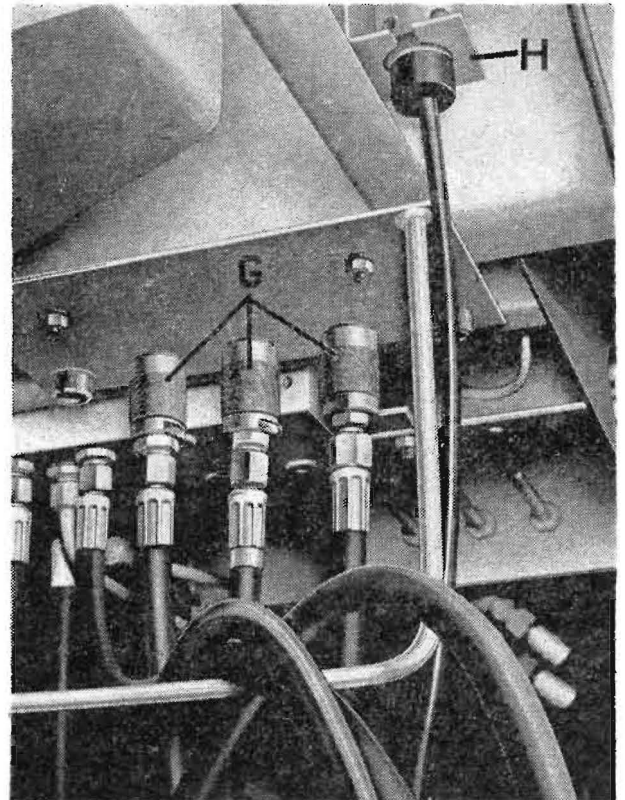

Bild 4/33
Die gelösten Hydraulikschlauchleitungen sind zum Schutz vor Beschädigung und Verschmutzung an die unter der Plattform befindlichen Gewindestutzen (G) zu schrauben (Bild 4/33).
- g) Der Schrägförderschacht ist anschließend soweit abzusenken, bis die Pendelbalkenenden (PB) vollständig aus den Einhängetaschen (ET) des Schneidwerkes gegliitten sind (siehe auch Abschnitt 4.4. unter f und Bild 4/26). Danach kann der Mährescher rückwärts vom Schneidwerk wegfahren.
- h) Das Schneidwerk muß mit Hilfe der Spannverschlüsse (Bild 4/24) auf dem Schneidwerkswagen befestigt werden.
- i) Der Leuchtenhalter muß wieder an das Schneidwerk montiert werden, und das elektrische Verbindungskabel ist mit der entsprechenden Steckdose am Leuchtenhalter zu verbinden (siehe auch Abschnitt 4.4. unter b und Bild 4/23).